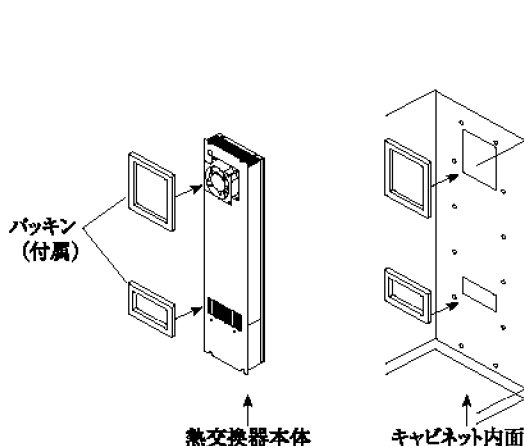

図2
2. 付属のパッキンを熱交換器本体の裏面、又はキャビネットの抜き穴加工部の内面に貼付けてください。(図2)
3. 貼付けたパッキンの表面、及びフードカバーの吸・排気口のパッキンの表面に付属のシーリング材を塗布してください。(図2、3)